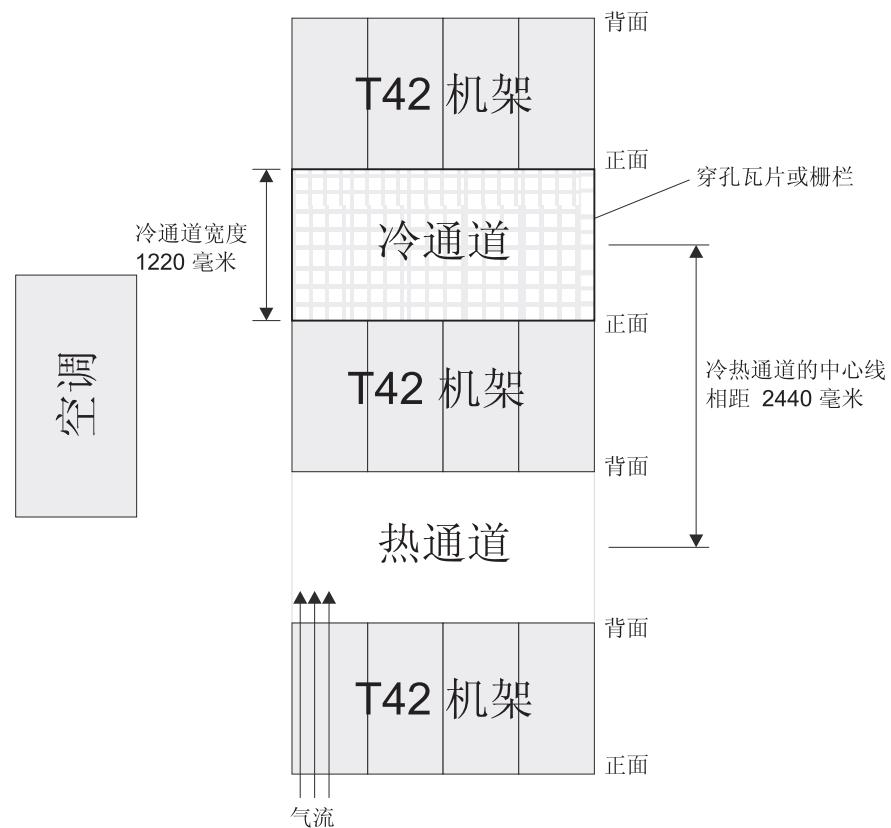

图 8. 冷通道/热通道机架配置示例
- 空气从机架正面进入, 背面流出。为防止流出机架的空气进入其他设备的进风口, 必须将机架隔行放置并且正面与正面相对、背面与背面相对。这种排列方式被称为冷通道/热通道, 如第 17 页的图 8 中所示。